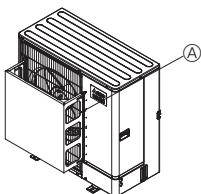

Fig. 2-3
- ② Installeer een optionele luchtgeleider als het apparaat wordt geïnstalleerd op een plaats waar krachtige windstoten bij storm etc. rechtstreeks de luchtinlaat kunnen binnendringen. (Fig. 2-3)